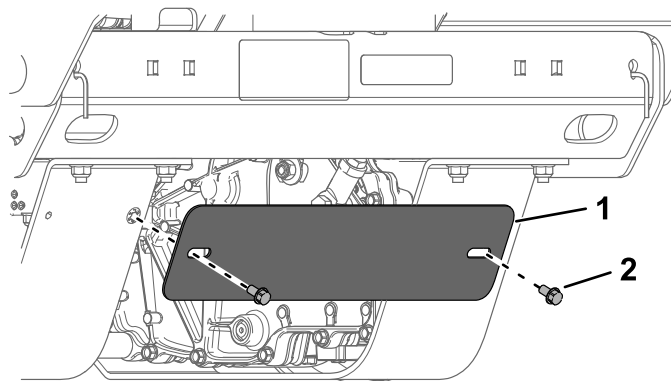

Figura 56
- Togliete i 2 bulloni e la piastra di protezione (Figura 56).